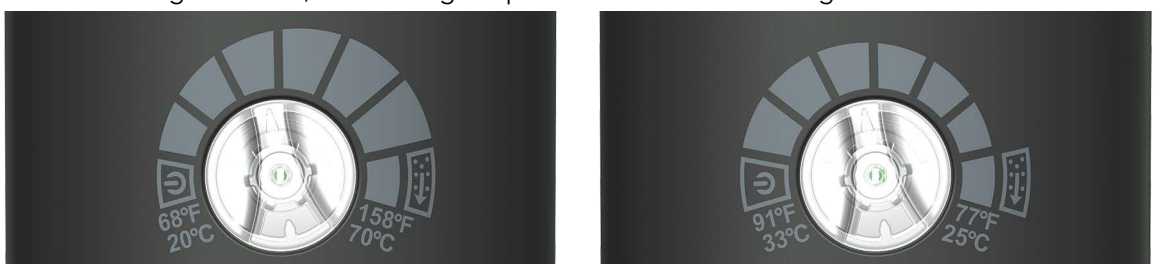

Abbildung 12
- Einstellbare Abschalttemperatur (siehe **Abbildung 12** linke Seitenansicht). Die gewünschte Abschalttemperatur kann mit dem Drehknopf zwischen 20-70 °C (68-158 °F) gewählt werden. Die Pumpe stoppt, wenn sie die eingestellte Temperatur erreicht hat (schaltet in den Standby-Modus). Wenn die Flüssigkeit auf 3 °C (5,4 °F) unter der Abschalttemperatur abgekühlt ist, startet die Pumpe erneut.
- Einstellbare Wiederanlauftemperatur (siehe **Abbildung 12** rechte Seitenansicht). Der werkseitig voreingestellte Temperaturgrenzwert liegt standardmäßig bei 36 °C (97 °F). Bei Erreichen dieses Wertes stoppt die Pumpe und schaltet in den Standby-Modus. Die gewünschte Wiederanlauftemperatur kann mit dem Drehknopf zwischen 33-25 °C (91-77 °F) gewählt werden. Wenn die Flüssigkeit wieder auf die eingestellte Temperatur abkühlt, startet die Pumpe erneut.